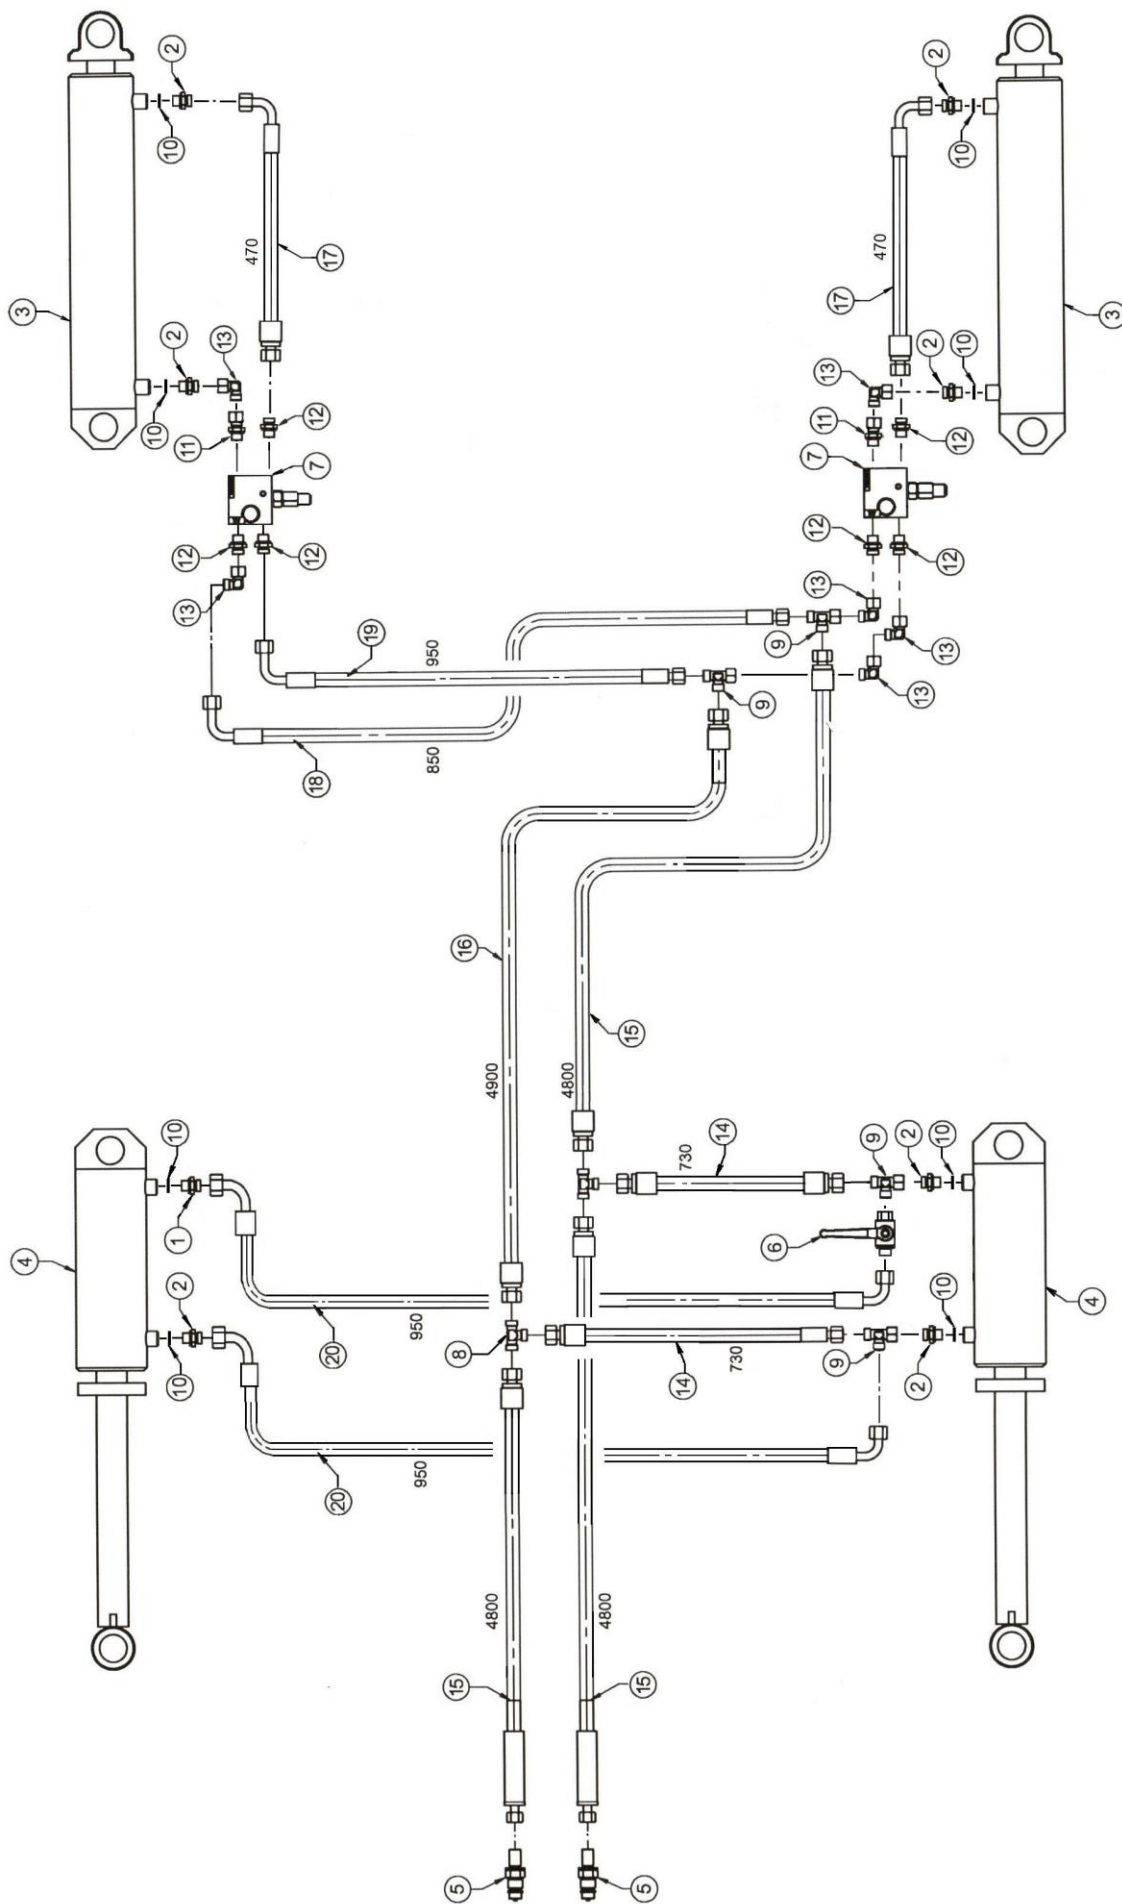

Рисунок 16- Схема гидравлическая снщи и подкага (ходовой части)
*Первый контур* (рисунок 16, таблица 19): Гидросистема сницы и подката (ходовой части) служит для подъема и опускания подката при развороте культиватора в конце гона, при переводе культиватора из рабочего положения в транспортное и обратно, а также для регулировки центральной рамы при настройке равномерной глубины обработки.